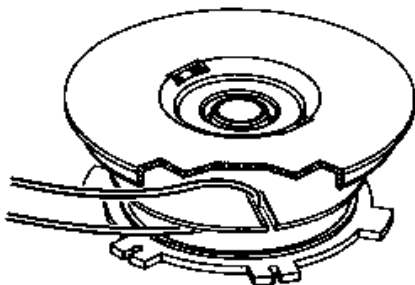

Fig. 14
4. Doubler une longueur de 4,3 m (14 po) de fil de coupe de 0,20cm (0,080 po). Glisser le centre bouclé dans une des encoches du séparateur de bobiner (Fig. 14).